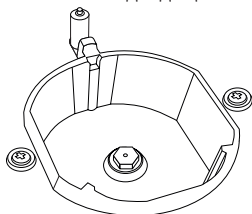

Рис. 5
2. Снимите конфорку вместе с крышкой, вы увидите жиклер (Рис. 5).